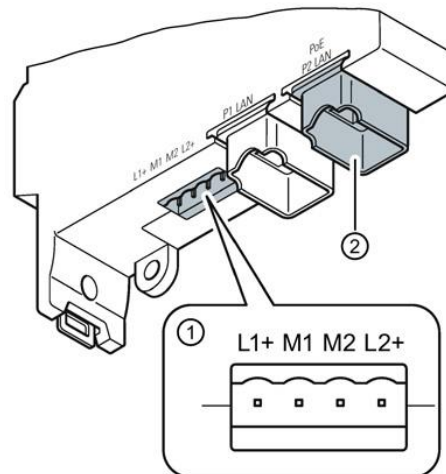

Fig. 59 : Raccord Ethernet de l'émetteur-récepteur
4. Insérer le connecteur Ethernet (RJ45) dans le connecteur P1 ou P2 (2) de l'émetteur-récepteur (voir Fig. 59).